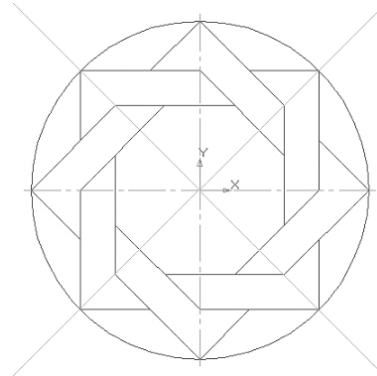

Рис. 4.10.
- видалить всі непотрібні ділянки, як показано на рис. 4.10.